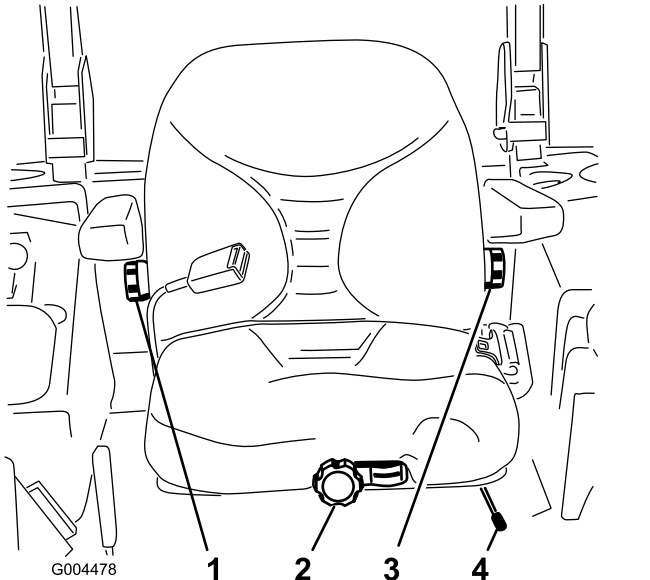

Bild 13
1. Bewegen Sie den Hebel zum Einstellen des Sitzes zur Seite, um den Sitz zu entriegeln (Bild 13).
Setzen Sie sich nicht auf den Sitz und drehen Sie das Handrad vorne in eine Richtung, bis der gewünschte Komfort erreicht ist (Bild 13).
Drehen Sie zum Verstellen der Rückenlehne das Handrad unter der rechten Armlehne solange in eine Richtung, bis der gewünschte Komfort erreicht ist (Bild 13).
Drehen Sie zum Verstellen der Rückenlehne das Handrad unter der linken Armlehne solange in eine Richtung, bis der gewünschte Komfort erreicht ist (Bild 13).